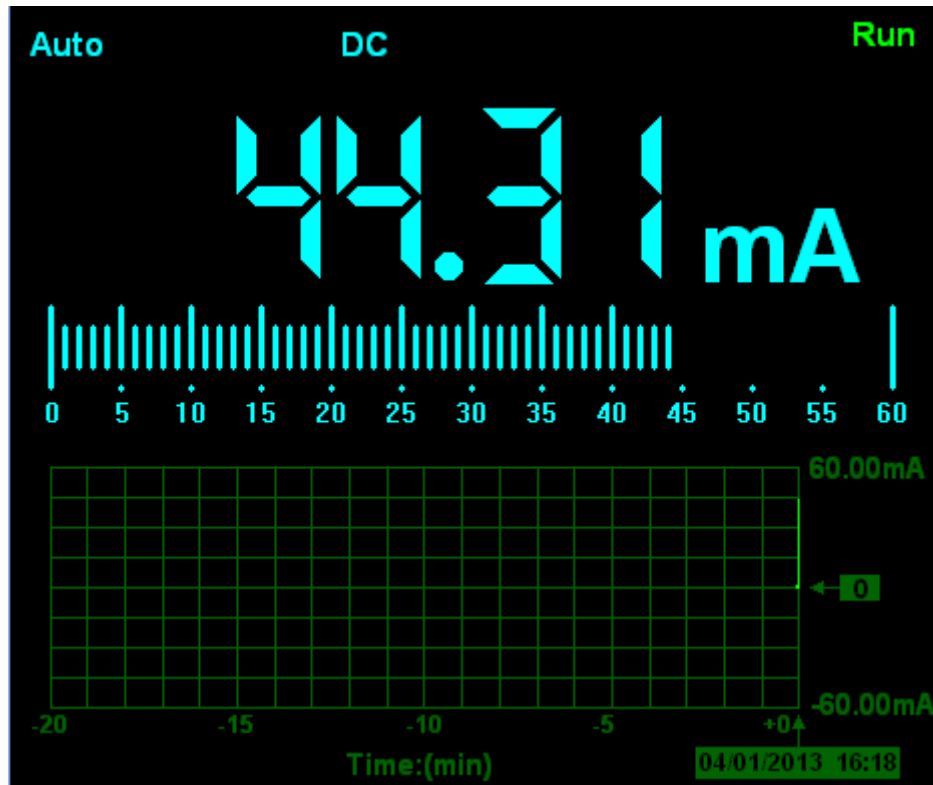

图2-6
- 将红色和黑色表笔连接到被测点，屏幕将显示被测点的直流电流值（如图2-6）。